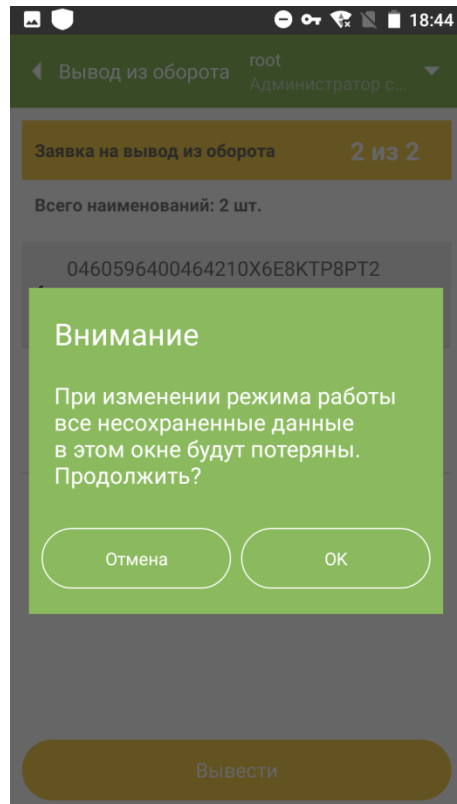

Рисунок 11.4
4. Если требуется изменить причину вывода из оборота, выбрать из выпадающего списка сверху. Появится системное сообщение о том, что несохраненная информация будет утеряна (Рисунок 11.4).